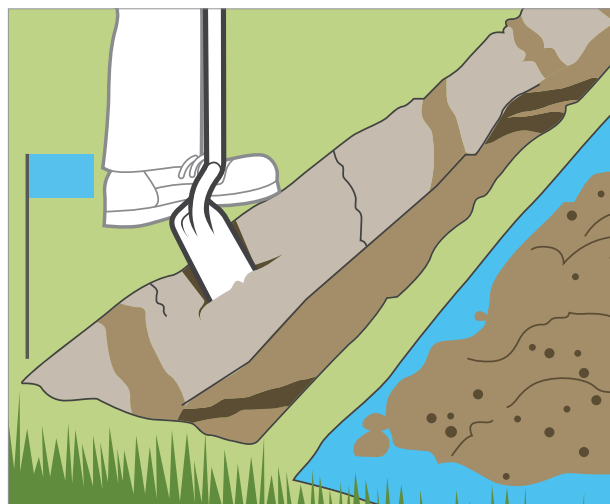

Рисунок 2
4. Перед копанием траншеи ознакомьтесь с местным законодательством. Если нет особых указаний по глубине основной линии для дождевальной системы в вашем регионе, выкопайте траншею глубиной 25-30 см. Выкопайте траншею глубиной 15-20 см для боковых труб. Это может быть выполнено вручную или с помощью траншейного плуга. Траншейный плуг можно найти в большинстве прокатов оборудования. *Рис. 2.*